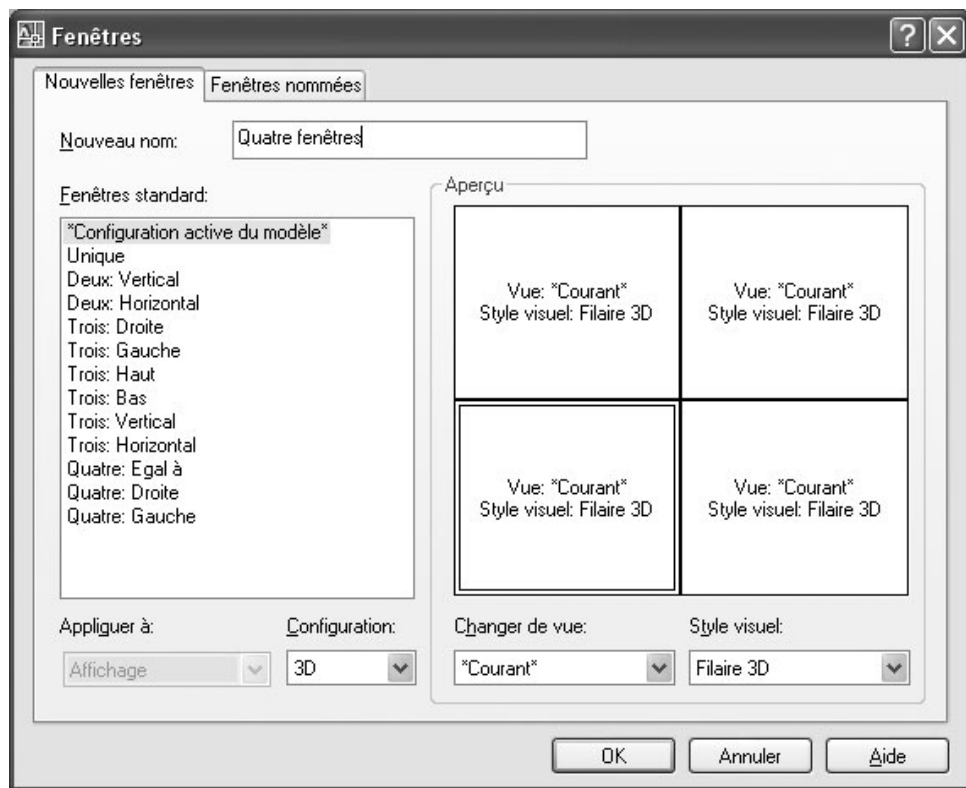

Fig.15.12
- 2 Sélectionnez l'onglet **Nouvelles fenêtres** (New Viewports) et entrer un nom dans le champ **Nouveau nom** (New name) pour sauvegarder la configuration. Par exemple : Quatre fenêtres (fig.15.12).